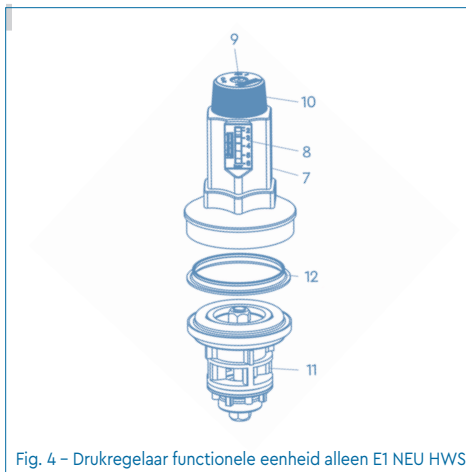

Fig. 4 – Drukregelaar functionele eenheid alleen E1 NEU HWS
- Drukregelaar (alleen E1 NEU HWS, fig. 4) bestaande uit:**